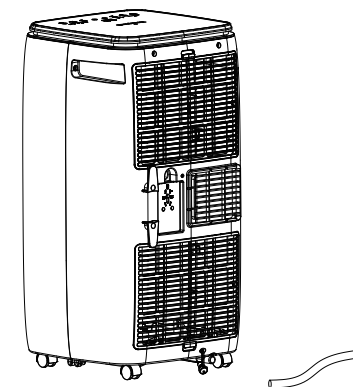

Fig. 7
- Lorsque l'eau est vidangée, remettez le bouchon de vidange en place (représenté Fig. 7).